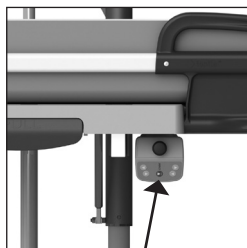

Figura 14 Botón de bajada de emergencia.
Si el mando manual deja de funcionar y la camilla está en posición elevada, se puede bajar utilizando el botón de bajada de emergencia. Este botón se encuentra en la caja de control *(Ver la figura 14)*.
- Pulse el botón de bajada de emergencia *(Ver la figura 14)*.